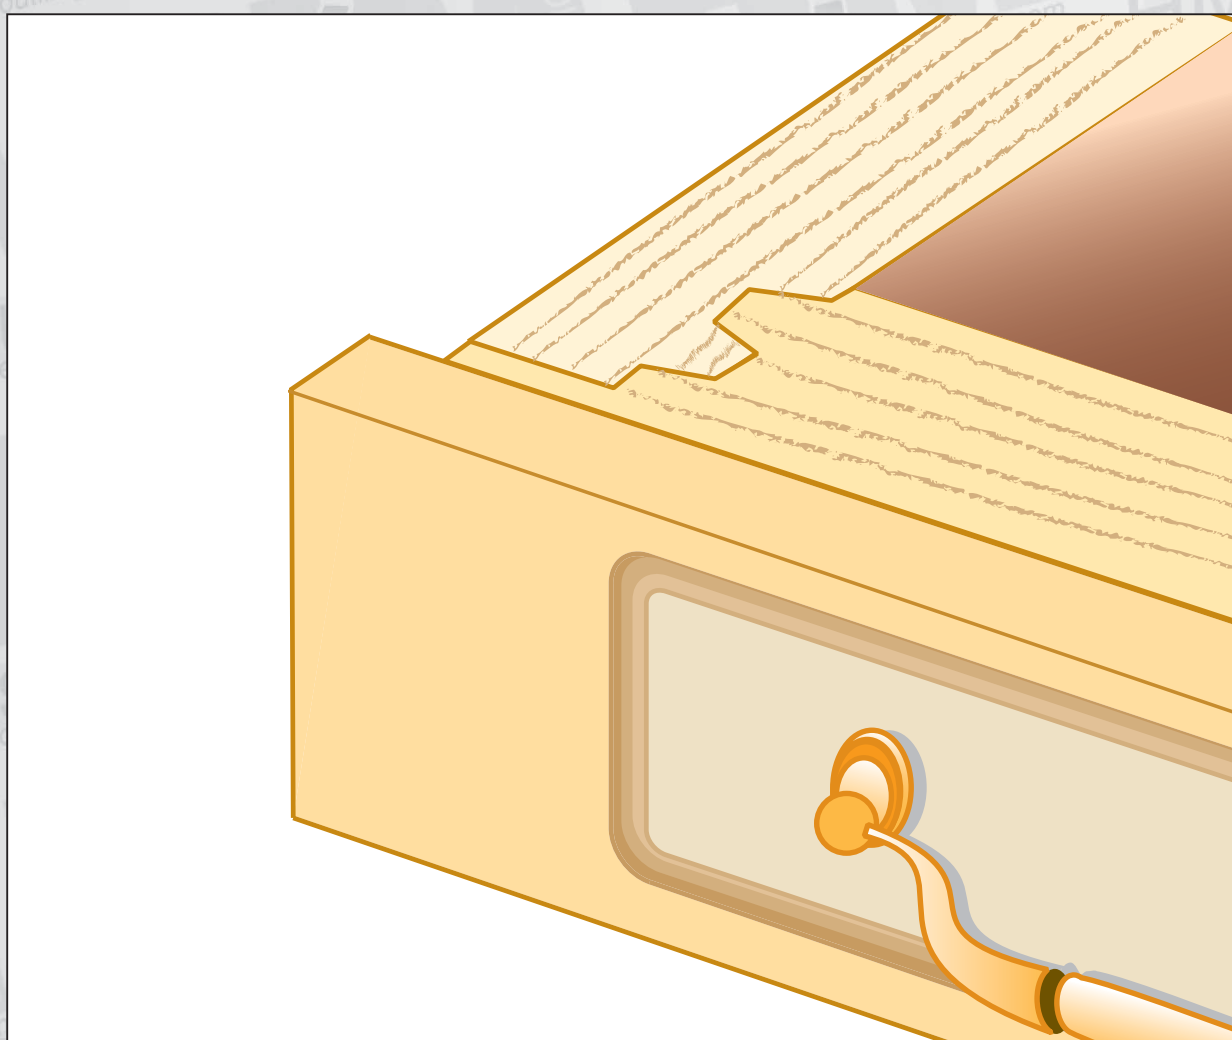

Fig. 3 : Façade de tiroir rapportée
- Les façades de tiroirs sont rapportées (figure 3), on fabrique alors un tiroir à façade affleurante auquel on rajoute ensuite une façade, généralement vissée par l'intérieur du tiroir ; dans ce cas il est possible d'utiliser des bois peu épais, jusqu'à 8 mm minimum si